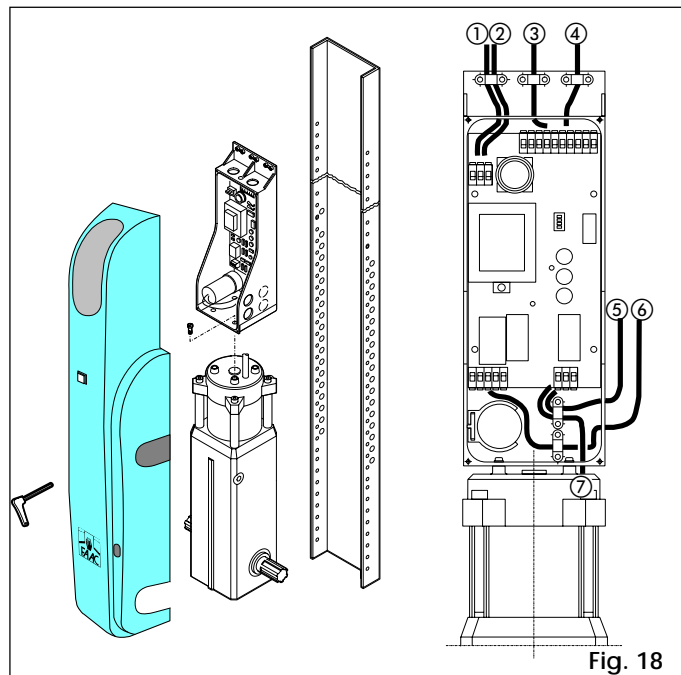

Fig. 18
- Con el eje de rotación abajo (Fig. 18)